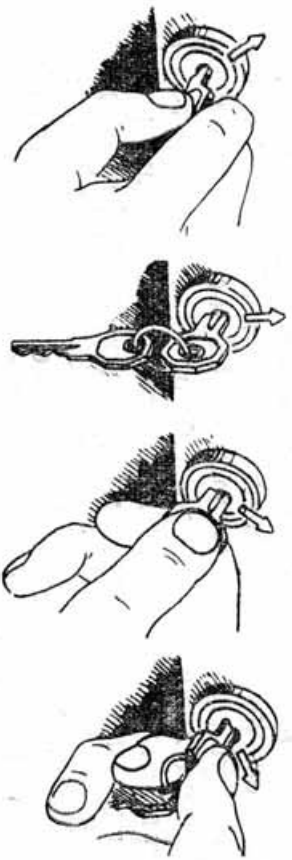

Рис. 4. Положения выключателя зажигания и стартера.
**Включатель 17 зажигания и стартера** имеет четыре положения: ключа (рис. 4): среднее положение — выключено, первое право-